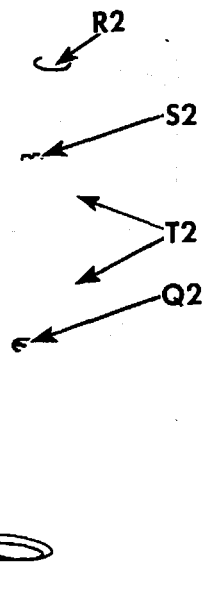

Fig. 51. Boîte à pignons supérieure
6. Retirer la vis M2, Fig. 51, du trou aménagé à l'avant du bras de la machine. Se servir de ce trou pour accéder à la vis Q2.
7. Retirer la vis Q2 de la boîte à pignons supérieure T2, Fig. 51.
8. Introduire un tournevis dans le trou R2 situé à l'arrière du bras de la machine, et retirer la vis S2, Fig. 51, de la boîte à pignons supérieure T2.
9. Retirer les deux moitiés de la boîte à pignons supérieure T2, Fig. 51. Nettoyer les pignons POUR ENLEVER LA GRAISSE.
5. Remettre les deux moitiés de la boîte à pignons supérieure T2, Fig. 51, et les assembler au moyen des vis Q2 et S2, Fig. 51.
7. Remettre la vis M2, Fig. 51, Page 30, dans son trou, à l'avant du bras de la machine.